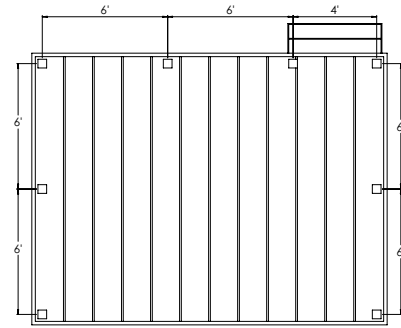

fig. 4
Étape 1 Déterminez la disposition et le nombre de poteaux de garde-corps nécessaires pour votre terrasse. Leur espacement devrait être de 1,8 m ou 2,4 m (6 pi ou 8 pi) centre à centre. Les poteaux sont disponibles pré-perçés pour les poteaux d'extrémité, de ligne et d'angle. De nombreuses options de mise en page sont possibles. Par exemple : Une terrasse de 3,7 m x 4,9 m (12 pi x 16 pi) fixée à un bâtiment comportant une ouverture d'accès de 1,2 m (4 pi) d'un côté, exigera huit poteaux en tout (fig. 4). L'utilisation de plus de 2 poteaux d'angle par portée de câble limitera votre capacité à tendre les câbles de manière adéquate. Vous pouvez donc placer les poteaux doubles loin de la zone nécessitant le moins d'interférence avec votre vue. *Remarque : N'installez pas le câble avant d'avoir installé tous les poteaux, traverses et entretoises.*